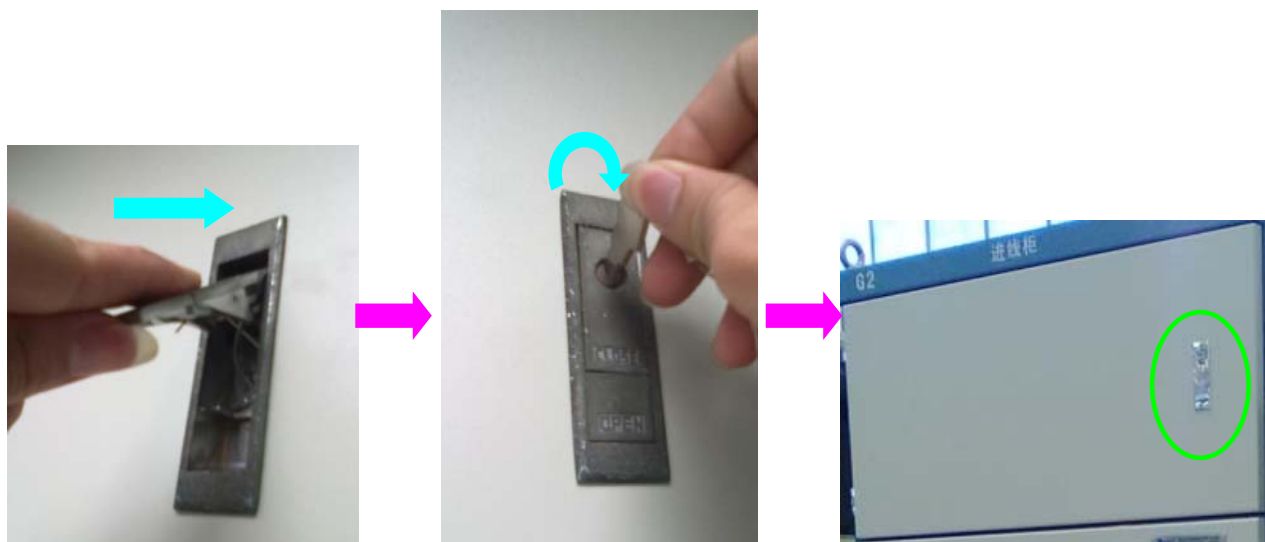

图 12 关前上门过程
- 关仪表门：把门往前推紧，再把门锁向前按下，用钥匙锁住其门手把的操作，即可关上门。(如图 12)